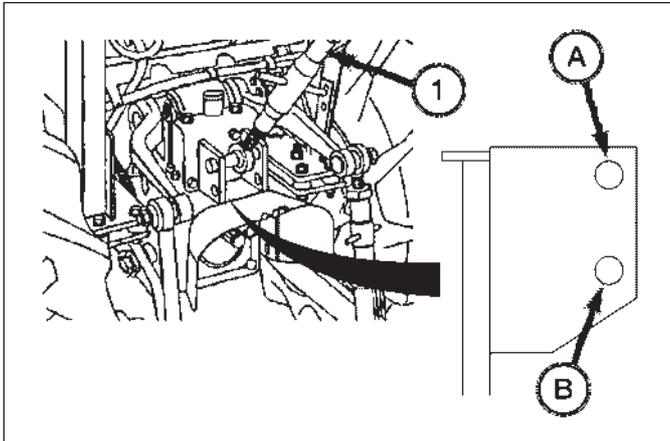

FIG. 5-26
**FIG. 5-26:** Les bras autorisent deux positions pour attacher le bras supérieur (1) au tracteur. Pour la plupart des équipements, la fixation du bras supérieur, 1, B, convient, mais il est possible de relever l'équipement pour le transport.